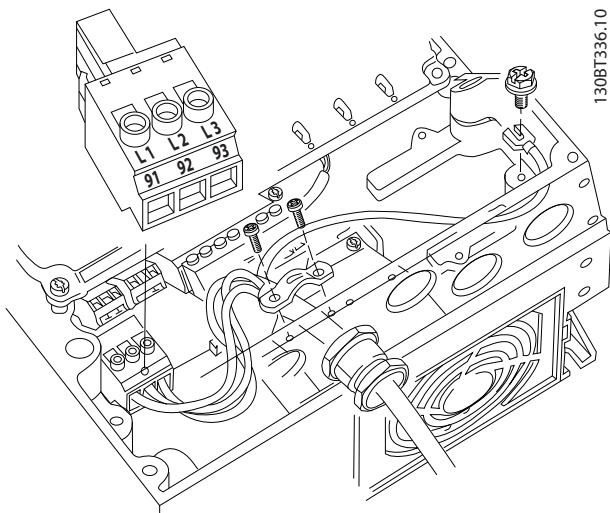

Bild 2.12 Anslutning till växelström
- Anslut 3-fasmotorkablar till plint L1, L2 och L3 (se Bild 2.12).